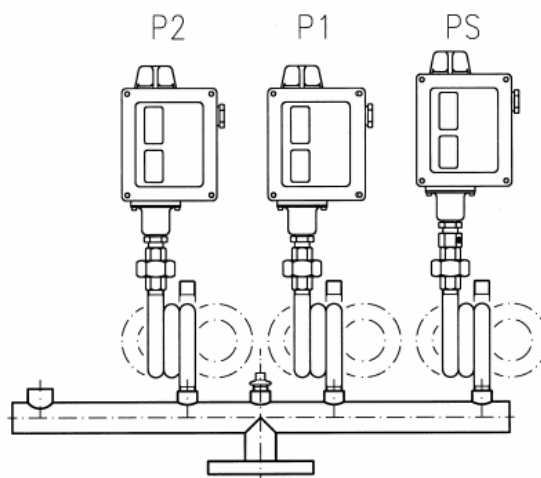

Fig. 4
- reglați presostatele (fig. 4) așa cum este indicat în paragraful respectiv